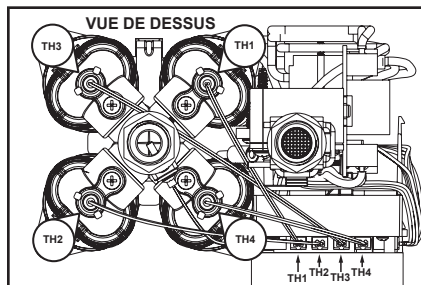

Figure 35 - Configuration des câbles de thermistance.
**4** Débrancher tous les connecteurs de capteurs et de triacs de la carte de commande. À l'aide d'un serre-câble ou toute autre méthode, attacher les câbles à l'écart de la carte de commande et des chambres pour écarter les risques de dommages. Voir Figure 35. **AVIS** : Sur les modèles à deux ou quatre chambres, à l'aide de ruban de masquage, étiqueter les câbles des thermistances de chambre et les connecteurs correspondants de la carte de commande.